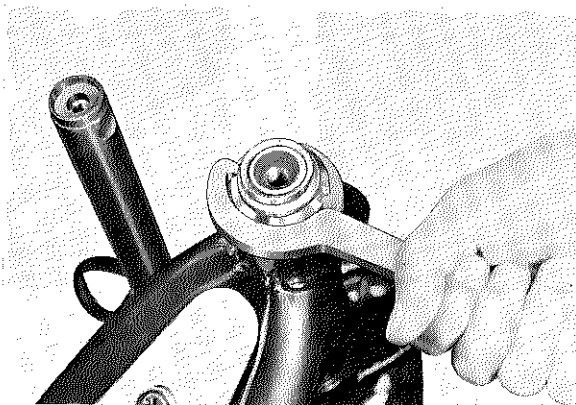

Fig. 5-7-4
9. Remove steering ring nut with steering nut wrench. (Fig. 5-7-4)
9. Enlever l'écrou annulaire de la tête de fourche à l'aide de la clé pour écrou de direction (Fig. 5-7-4)
9. Lenkerkopfmutter mit Ringmutternschlüssel entfernen. (Fig. 5-7-4)